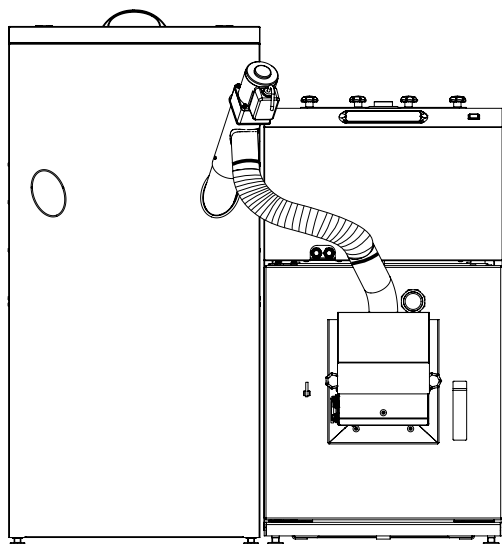
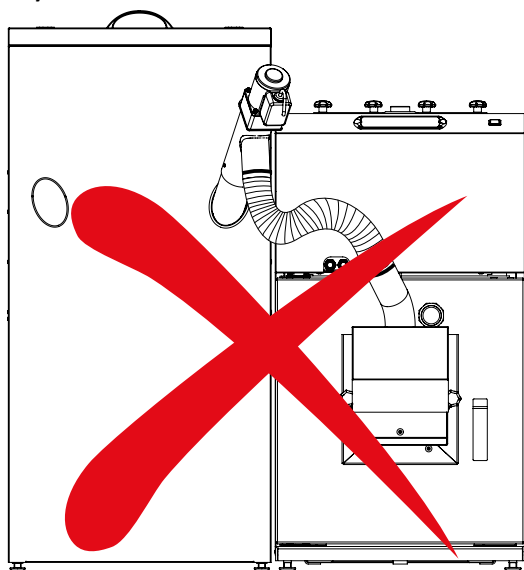

Fig. 4. Tuyau flexible du distributeur bien raccordé.
Fig. 5. Tuyau du distributeur mal raccordé.
4. Procédez à tous les réglages de l'angle d'inclinaison du raccord et de longueur du tuyau flexible. Ce raccord ne peut former aucuns coudes sur le tuyau flexible pour ne pas entraîner le blocage du granulé (voir Fig. 4 et Fig. 5). L'angle d'inclinaison du raccord du motoréducteur par rapport à la verticale ne peut pas dépasser 10°, autrement le rendement du distributeur peut se détériorer.